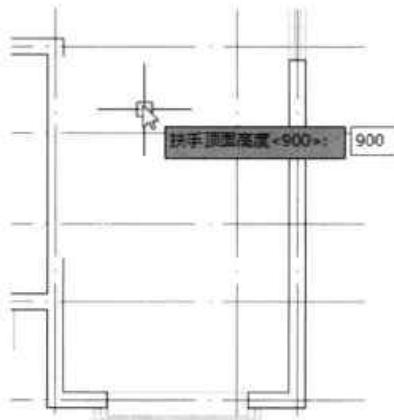

图16-101 设置扶手顶面高度值
**Step 05** 按回车键，设置扶手顶面高度值，这里为默认值，如图 16-101 所示。然后再次按回车键，设置扶手边距值，这里设为 0。